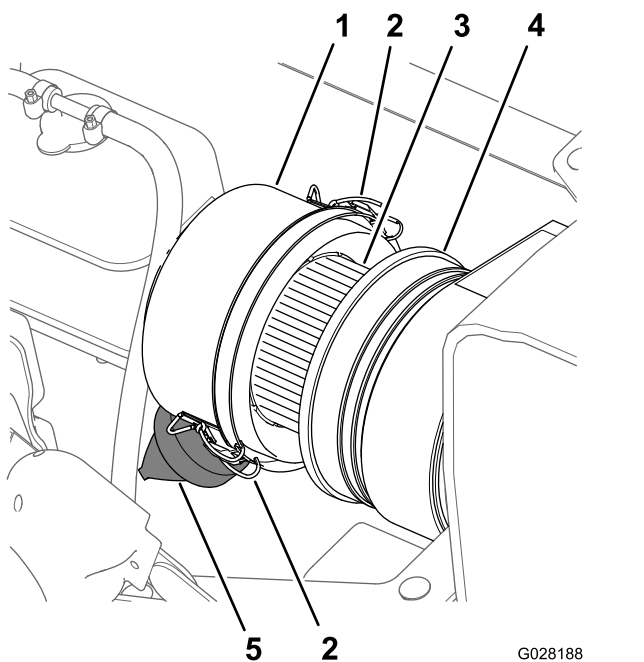
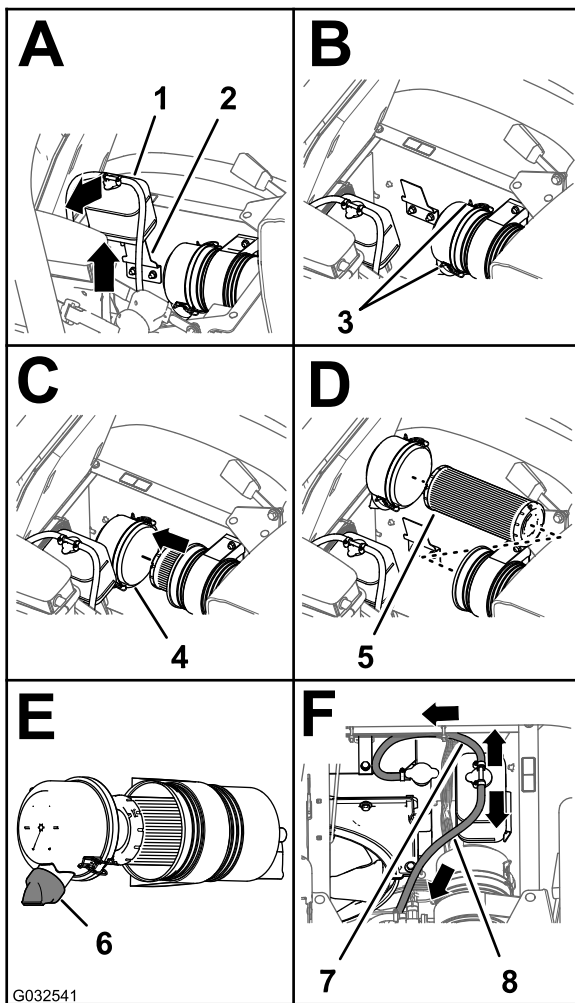

Figure 73
Figure 74
3. Nettoyez le capuchon antipoussière et le boîtier du filtre à air (Figure 73).
4. Recherchez sur le boîtier du filtre à air des dommages susceptibles d'occasionner des fuites d'air (Figure 73).
5. Pressez la valve à poussière pour éliminer les saletés, la poussière et les débris (Figure 73).
7. Vérifiez que l'élément du filtre à air ne présente pas de dépôts excessifs de poussière, saleté ou débris (Figure 73).
8. Reposez le capuchon antipoussière sur le boîtier du filtre à air et fixez-le en place avec les 2 attaches (Figure 73).
2. Nettoyez le capuchon antipoussière et le boîtier du filtre à air (Figure 73).
3. Soulevez le réservoir de trop-plein de liquide de refroidissement pour le déposer de son support (Figure 74).
- Desserrez les 2 attaches qui fixent le capuchon antipoussière sur le boîtier du filtre à air (Figure 74).
- Nettoyez l'intérieur du capuchon antipoussière, du boîtier du filtre à air et de la valve à poussière avec un chiffon humide (Figure 73 et Figure 74).
- Insérez l'élément filtrant dans le boîtier du filtre à air (Figure 74).
- Reposez le couvercle sur le boîtier du filtre à air et fixez-le en place avec les 2 attaches (Figure 74).
**Remarque:** Vérifiez que la valve à poussière est bien alignée entre les positions 5 et 7 heures vu de l'extrémité (Figure 74).
- Placez le réservoir de trop-plein du liquide de refroidissement en face de son support et fixez solidement le réservoir (Figure 74).
**Important:** Vérifiez que le flexible de décharge de pression est dirigé vers l'avant et le bas et que le flexible d'évent du réservoir est dirigé vers l'arrière, comme montré à la Figure 74.